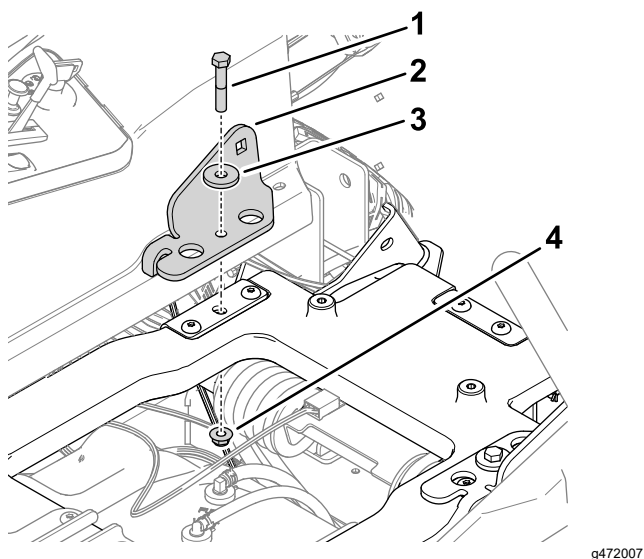

Figure 7
- Montez les supports de ceinture de sécurité sur la plate-forme du siège à l'aide de 2 boulons à filetage partiel ($\frac{3}{8}$ " x 2"), 2 rondelles et 2 contre-écrous ($\frac{3}{8}$ "), comme montré à la Figure 7. Répétez la procédure de l'autre côté.